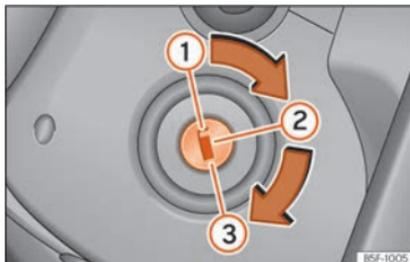

Abb. 251 Positionen des Zündschlüssels
Sollte der Motor nicht sofort anspringen, brechen Sie den Startvorgang ab und wiederholen Sie ihn nach ca. 30 Sekunden. Um den Motor erneut zu starten, drehen Sie den Zündschlüssel in Stellung **Abb. 251** zurück.
- Drehen Sie den Zündschlüssel in Stellung  **»» Abb. 251 **.
- Ziehen Sie den Zündschlüssel in Stellung  **»» Abb. 251 ** .